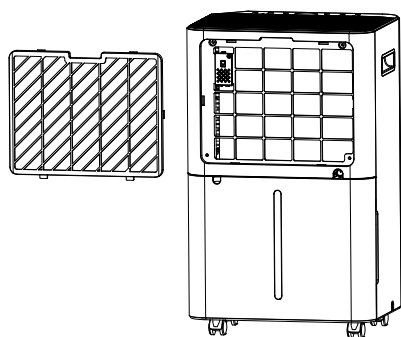

Fig. 1
1. Retire o filtro soltando-o de sua sede (Fig. 1).